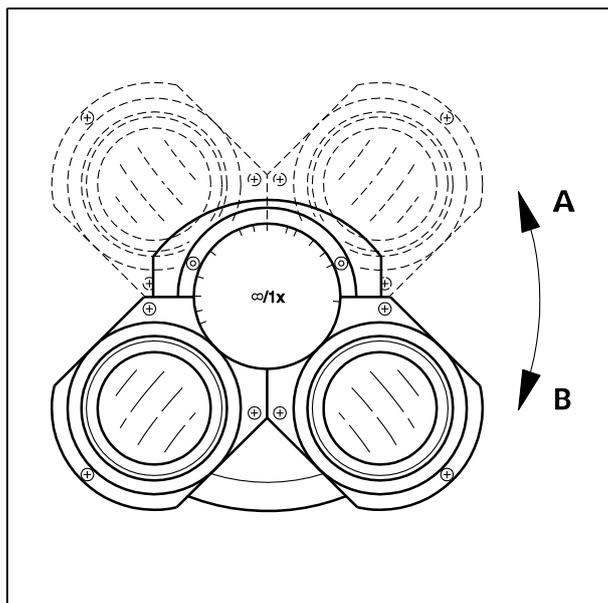

Fig. 73 Réglage de la distance interpupillaire sur le tube binoculaire
- Les oculaires sont réglés en fonction de la distance interpupillaire en faisant pivoter les deux douilles des oculaires, en les rapprochant ou en les éloignant l'une de l'autre (Fig. 73/A et B)